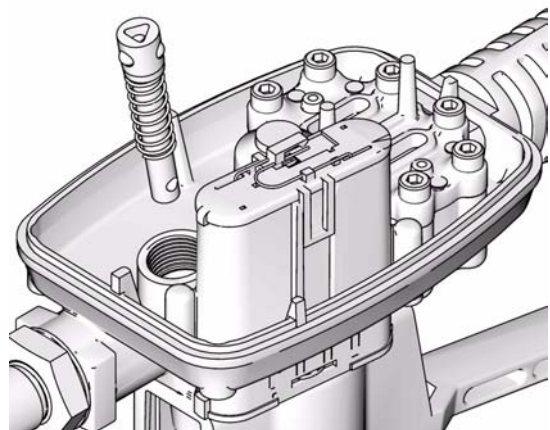

FIG. 14
3. Inserte el conjunto de la varilla de disparo en la abertura de la carcasa del medidor (FIG. 14).